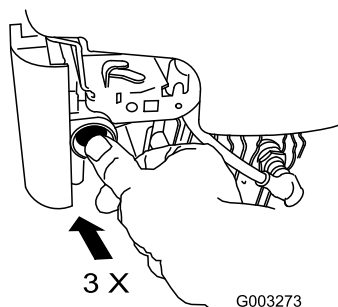

Figure 21
2. Appuyez fermement à 3 reprises sur l'amorceur avec le pouce, en marquant une pause d'une seconde chaque fois (Figure 21).